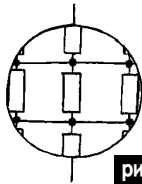
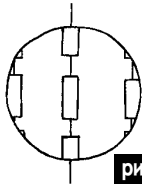

рис.2
рис.3
**Задача 5.** Одноомные резисторы соединили так, что количество параллельных и последовательных соединений одинаково (рис.2). Каково сопротивление данной цепи, если общее число резисторов равно количеству жителей Земли? Как изменится это сопротивление, если убрать перемычки (рис.3)?